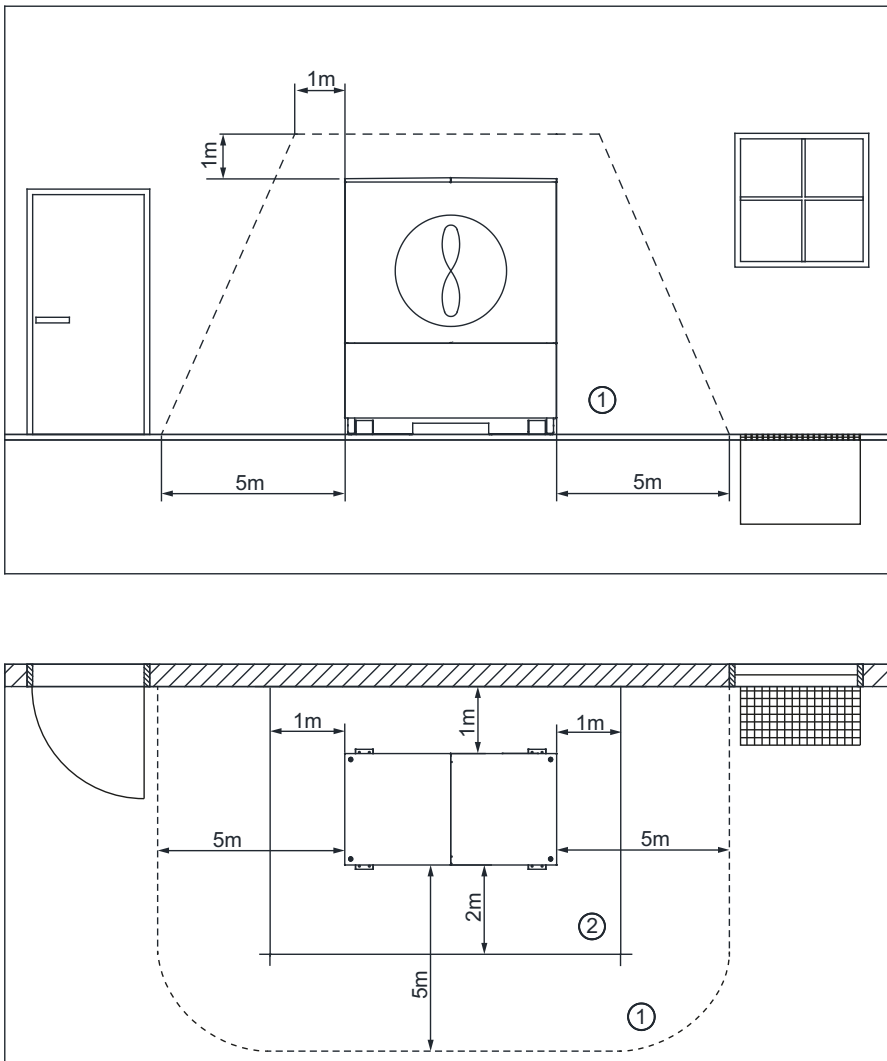
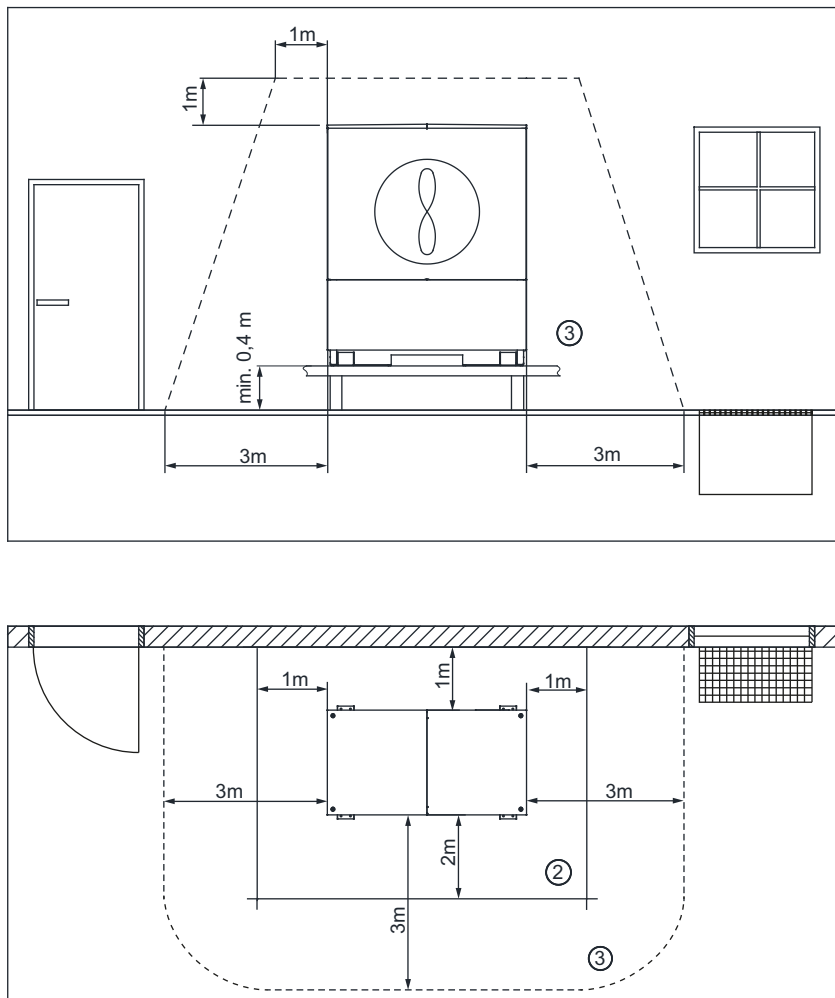

Abb. 6.1: Sicherheitsbereich und Wartungsbereich der Wärmepumpe
Abb. 6.2: Sicherheitsbereich und Wartungsbereich der Wärmepumpe bei Sockelmontage
Zur Durchführung von Wartungsarbeiten ist ein Wartungsbereich ②, siehe Abb. 6.1 auf S. 8 und Abb. 6.2 auf S. 9 mit den dargestellten Abständen frei zugänglich zu halten. Bei Aufstellung von mehreren Wärmepumpen sind die Wartungsabstände ② zwischen den einzelnen Wärmepumpen einzuhalten.
Es ist ein **Sicherheitsbereich ① von 5 Meter** umlaufend um das Gerät einzuhalten (Abb. 6.1 auf S. 8). In diesem Bereich dürfen sich keine Zündquellen, Fenster, Türen, Lüftungsöffnungen, Lichtschächte, Öffnungen zur Kanalisation und derglei-
3 Meter reduziert werden (Abb. 6.2 auf S. 9). Der Sockel ist so auszuführen, dass aus allen Richtungen eine Luftströmung den Sockel unterströmen kann.